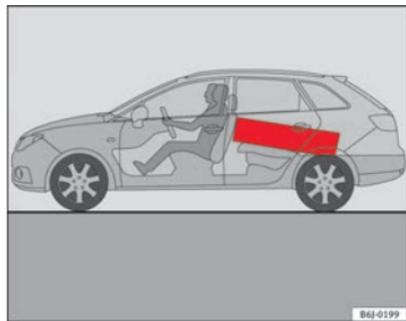

Fig. 96 Los objetos pesados deberían transportarse lo más adelante posible.
- Los objetos pesados deberían transportarse lo más adelante posible ⇒ **fig. 96**.